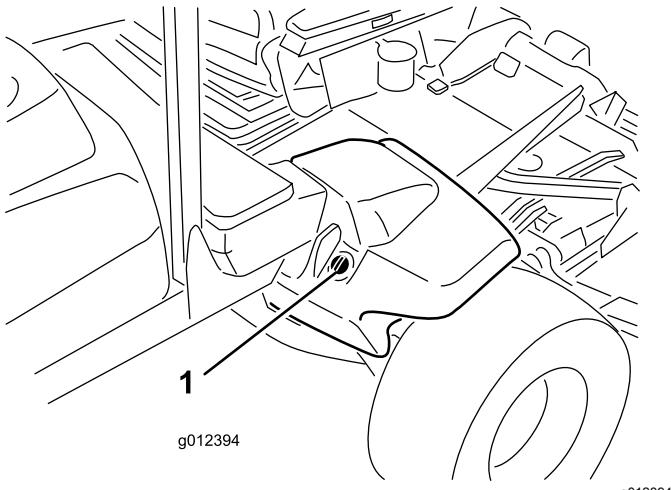

図 17
2. 油圧オイルタンクの注油口周辺をきれいに拭き、キヤップ **図 17** を外す。給油口からキヤップを取ります。